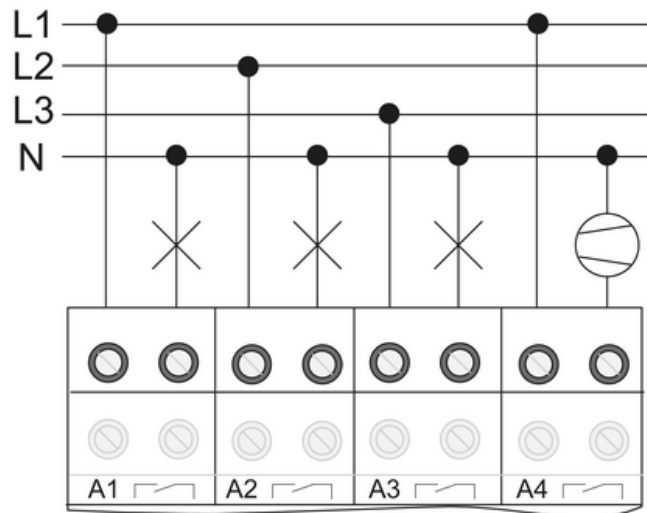

Figure 4: Exemple de raccordement des charges commutées.
- Raccorder les charges commutées (figure 4).